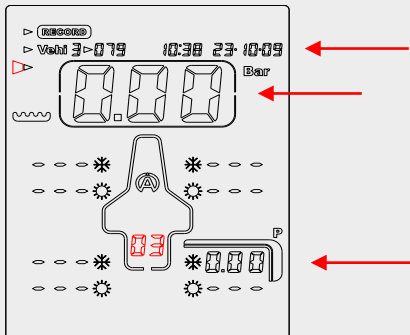

Figura 3
4) Con il tasto  o  selezionate il « **QUADRO** » (figura 3)
Sull'esempio (figura 3), Tyrecontrol è pronto a registrare, per il veicolo 3, una serie di acquisizioni nel Set « 03 » prima dell'uscita , iniziando ad acquisire la pressione del pneumatico posteriore destro.